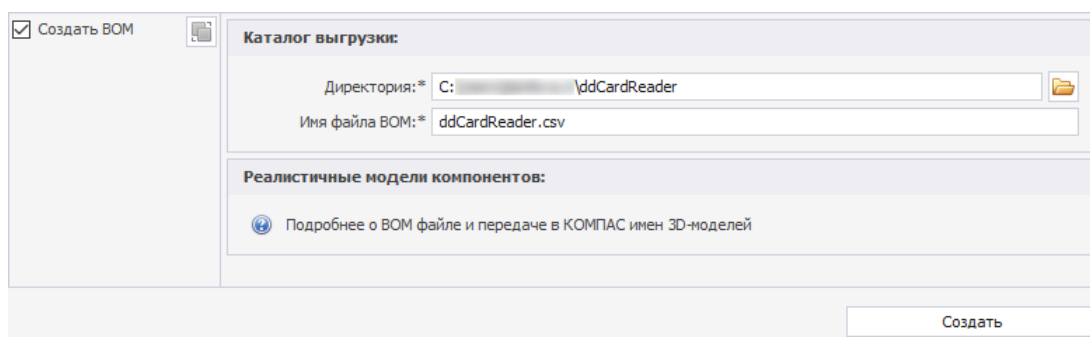

Рис. 7 Ввод параметров в поле «Создать BOM»
1. В окне «Экспорт печатной платы в КОМПАС-3D» установите флаг в поле «Создать BOM». Поля для заполнения параметров станут доступными для ввода, см. Рис. 7.